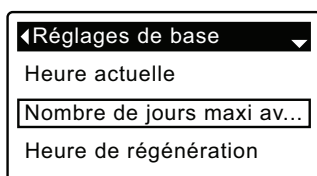

FIG. 37
3. Appuyez sur le SÉLECTEUR (O) pour afficher le menu des réglages de base (cf. Figure 37).
7. Appuyez sur le SÉLECTEUR (O) : l'afficheur revient au menu des réglages de base (Figure 37).